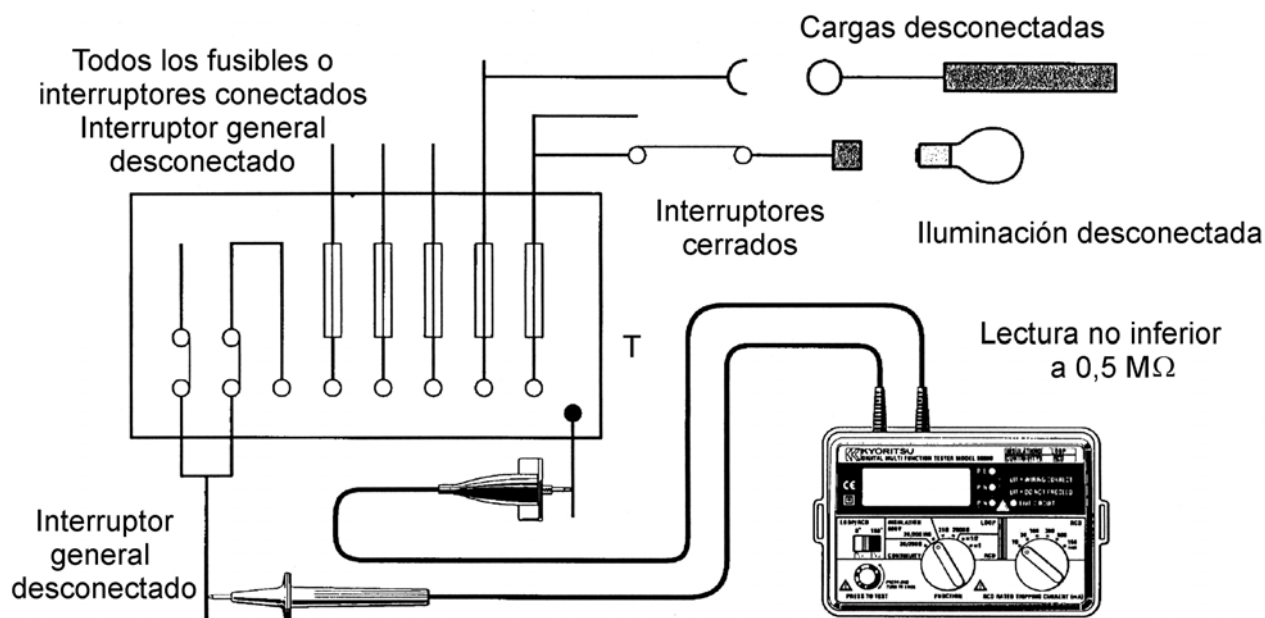

Fig 7
2. Conecte los cables de prueba al instrumento y al circuito a comprobar (vea Fig. 7 y 8).